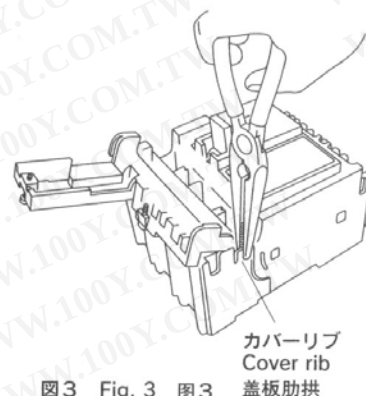

図3 Fig. 3 图3
2. 付属装置カバーを開け、付属装置取付側のカバーリブをラジオベンチ・リードベンチ等で折ってください。この時、カバーリブが本体内部に入らないよう注意してください。(図3)
At this time, be careful that the cover rib doesn't go inside of the body. (Fig. 3)
- 2 打开附属装置盖板、用钳子将附属装置安装侧的盖板肋拱折断、请注意折断时不要让盖板肋拱掉入本体内部。(图3)